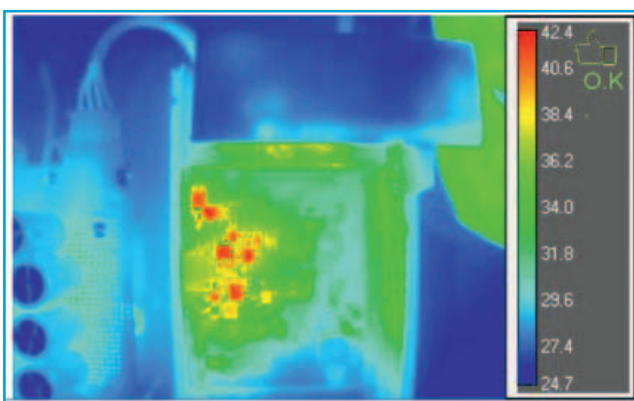

Fig. 3 – L'immagine termica del dimostratore evidenzia un riscaldamento minimo dei componenti attivi a pieno carico
Fig. 3 – Un amplificatore di potenza in classe E che utilizza tecniche QLI (Quasi Load-Insensitive) con induttore per alimentazione in DC (L), sezione LC passabasso (L1C1) e relative forme d'onda
Una volta realizzato, il dimostratore è stato sottoposto a un'analisi termica (Fig. 3). Il risultato: anche senza dissipatori di calore, la temperatura non ha mai superato i 50 °C. Ciò dimostra che sia i parametri hardware sia i parametri di regolazione erano definiti in modo ottimale, minimizzando così le perdite di commutazione. Il funzionamento nel solo range di temperatura sicuro, senza alcuno stress termico, influisce inoltre positivamente sulla vita utile del sistema. Ciò è stato possibile solo utilizzando la topologia Buck OR MOS Boost sviluppata.